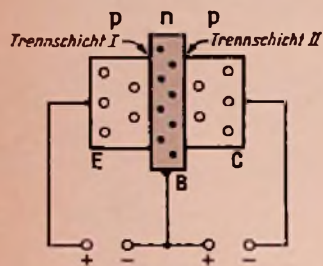

Bild 12. Der Transistor
G. Der Transistor (Bild 12)
Bild 12 zeigt die drei Schichten, ihre Bezeichnungen (Emitter, Basis, Kollektor) und die Polarität der im normalen Betriebsfall außen angelegten Spannungen. Man sieht, daß der linke p/n-Übergang Emitter/Basis in Durchlaßrichtung (wie in Abschnitt F3), der rechte p/n-Übergang Basis/Kollektor in Sperrrichtung (wie in Abschnitt F2) betrieben wird. Daraus folgt: